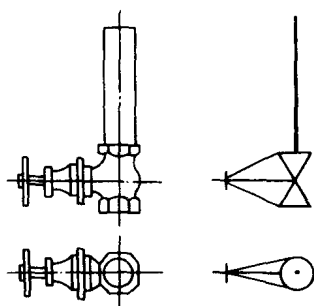
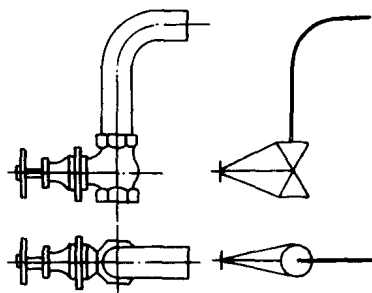

图 1-23 直管与阀门的积聚
图 1-24 弯管与阀门的积聚
2. 管道与阀门的积聚表示 直管与阀门的积聚如图 1-23 所示。弯管与阀门的积聚如图 1-24 所示。